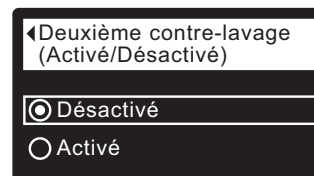

FIG. 80
- 8b. **Deuxième contre-lavage (Activé/Désactivé)** : Si le cercle vis-à-vis de l'option souhaitée a déjà un point (cf. Figure 80), passez à l'étape 9. Sinon, appuyez sur le bouton BAS (▼) ou HAUT (▲) pour passer à l'autre option, puis sur le sélecteur (O) pour confirmer votre choix. L'activation de cette fonction ajoute un second contre-lavage et rinçage au début du cycle de régénération. Le réglage par défaut est Désactivé. Activez cette fonction si votre alimentation en eau contient beaucoup de sédiments ou de fer.